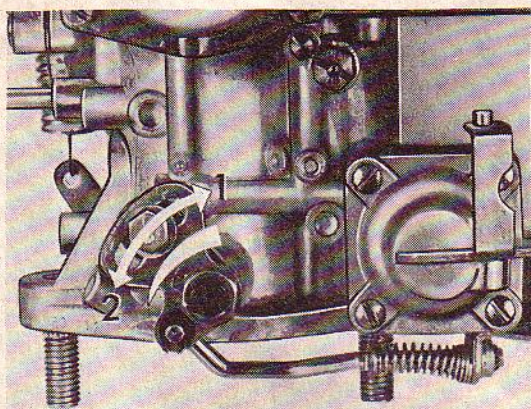

Bild 79.
3. Accelerationspumpen kan ges mindre insprutningsmängd genom att a. minska bricktjockleken mellan pumparm och saxpinne b. flytta saxpinnen utåt c. ändra manöverstången i riktning 2, bild 79.